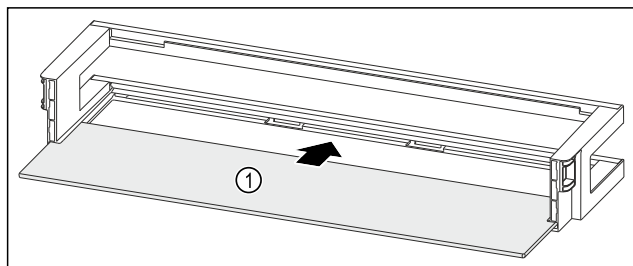

Fig. 224 Дверная полка со съемной полкой
- Вдвиньте съемную полку Fig. 224 (1) в боковые пазы.